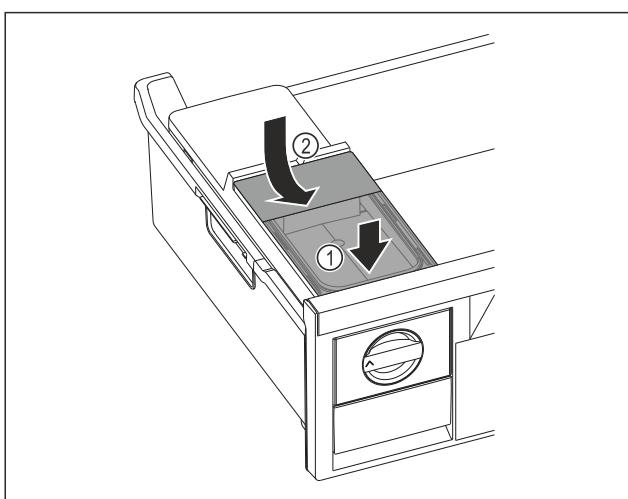

Fig. 125
- Nádržku na vodu nasadťte vpred. Fig. 125 (1)
- Nádržku na vodu spustite vzadu. Fig. 125 (2)